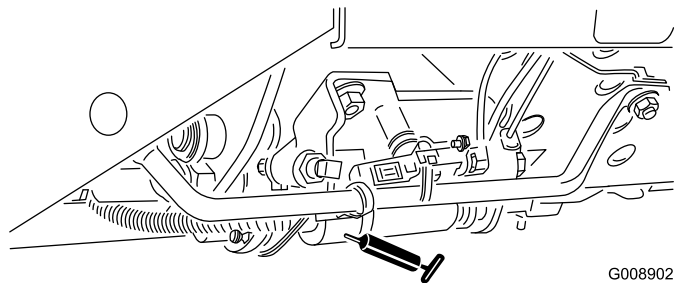

Figura 36
- Mando segar/transportar (**Figura 36**)